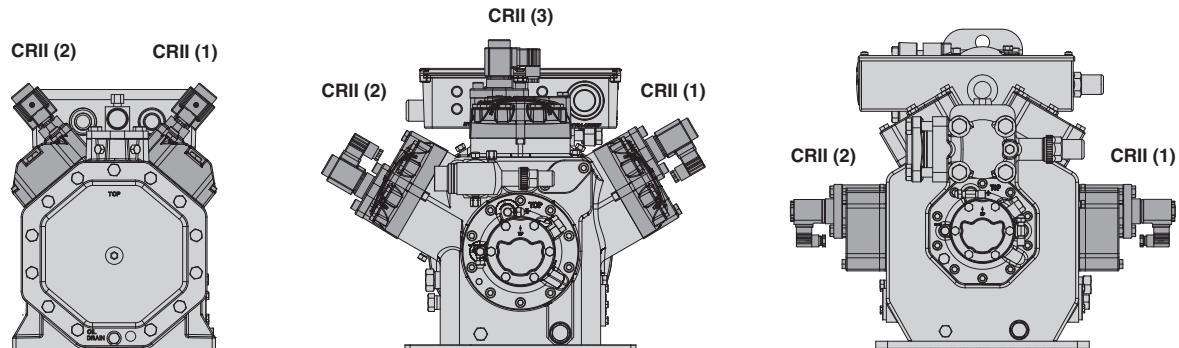

Abb. 5: ECOLINE 4-, 6- und 8-Zylinder-Verdichter mit CRII-System jeweils vollständig ausgerüstet
Montageposition der Ventilobersteile für Leistungsregelung, siehe Abbildung 5, Seite 36.
- Tandemverdichter: Mit Blick auf eine mögliche Grundlastumschaltung sollten beide Verdichterhälften mit der gleichen Anzahl CRII-Zylinderköpfen bestückt werden, siehe Abbildung 5, Seite 36.